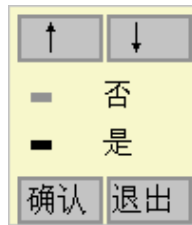

图 3.11 主频测试选择界面
- 13、 测试主频：用户可以选择是否进行主频测试，其选择界面如图 3.11 所示。